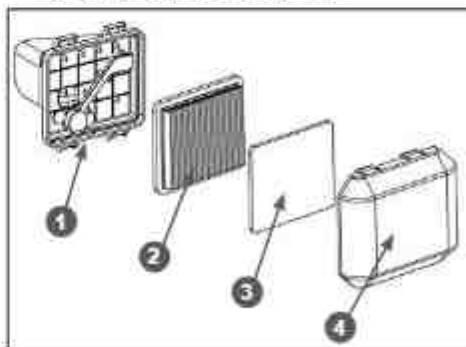

Рис. 22 Обслуживание воздушного фильтра
- Установите крышку-щуп в отверстие маслосливной горловины, не закручивая ее. Аккуратно вытащите щуп и осмотрите его. Уровень масла должен соответствовать верхней отметке 2 на щупе (Рис. 22).
- Нажмите на фиксаторы и снимите крышку 4 воздушного фильтра (Рис. 22).
- Извлеките из крышки воздушного фильтра предварительный фильтрующий элемент 3 (Рис. 22).
3. Извлеките основной фильтрующий элемент 2 (Рис. 22).